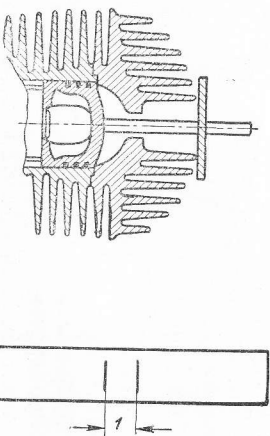

Рис. 69. Установка опережения зажигания:
1. Вывернем свечу, а в отверстие вставим прибор, указывающий положение поршня в цилиндре. Этим прибором может быть индикатор часового типа с резьбой, соответствующей резьбе свечи, или глиубиномер. Можем сами изготовить простой измеритель из достаточно толстой пластинки (рис. 69). Вложим эту пластину в цилиндр так, чтобы ее конец уперся в поршень.